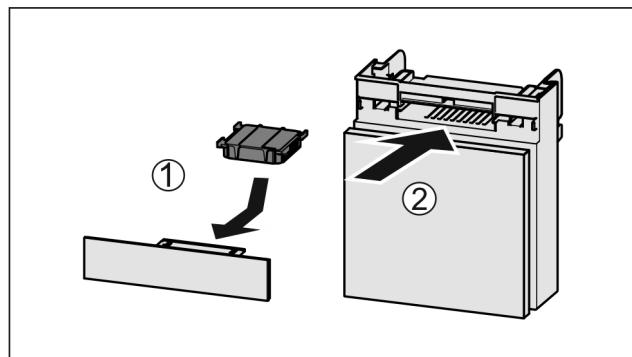

Fig. 173
- Поставете Fig. 173 (1) филтъра с активен въглен, както е показано на фигурата.
- Вкарайте Fig. 173 (2) отделението.